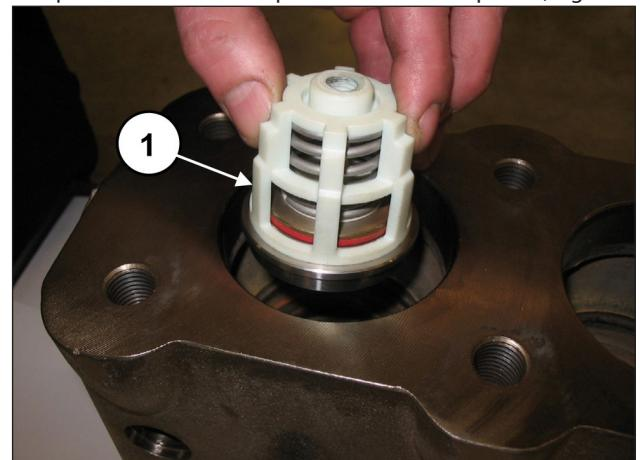
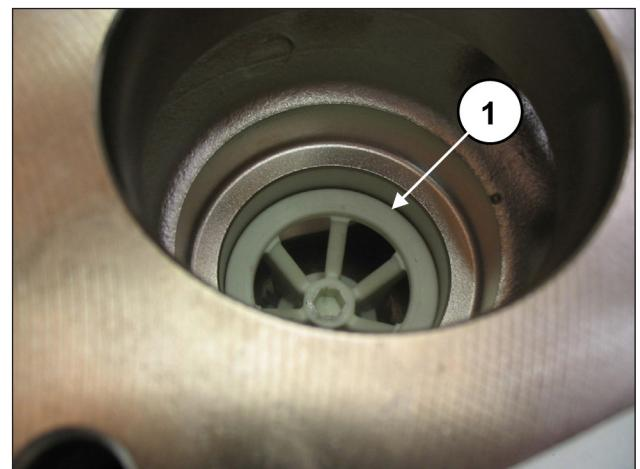

Fig. 115
Fig. 116
Inserire il gruppo valvola di aspirazione (pos. ①, Fig. 115) e successivamente il distanziale (pos. ①, Fig. 116).
Il gruppo valvola completo deve essere inserito completamente a fondo e presentarsi come in pos. ①, Fig. 116.